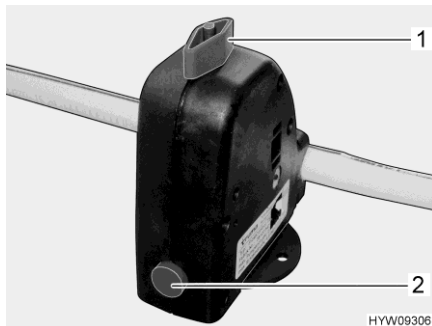

Fig. 189 Valve de sécurité et de vidange (Truma)
- Fermer la valve de sécurité et de vidange (Truma). Tourner pour cela le bouton rotatif (Fig. 189,1) dans le sens transversal par rapport à la valve de sécurité et de vidange et enfoncer le bouton-poussoir (Fig. 189,2).